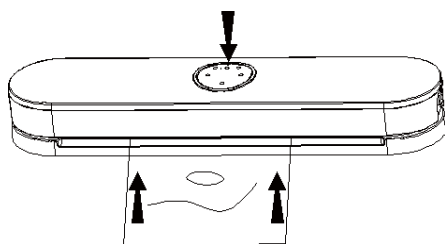

Figure 3
6. Ensuite, appuyez sur le bouton « auto », la machine terminera automatiquement l'aspiration et le scellage, comme illustré à la figure 3 ;